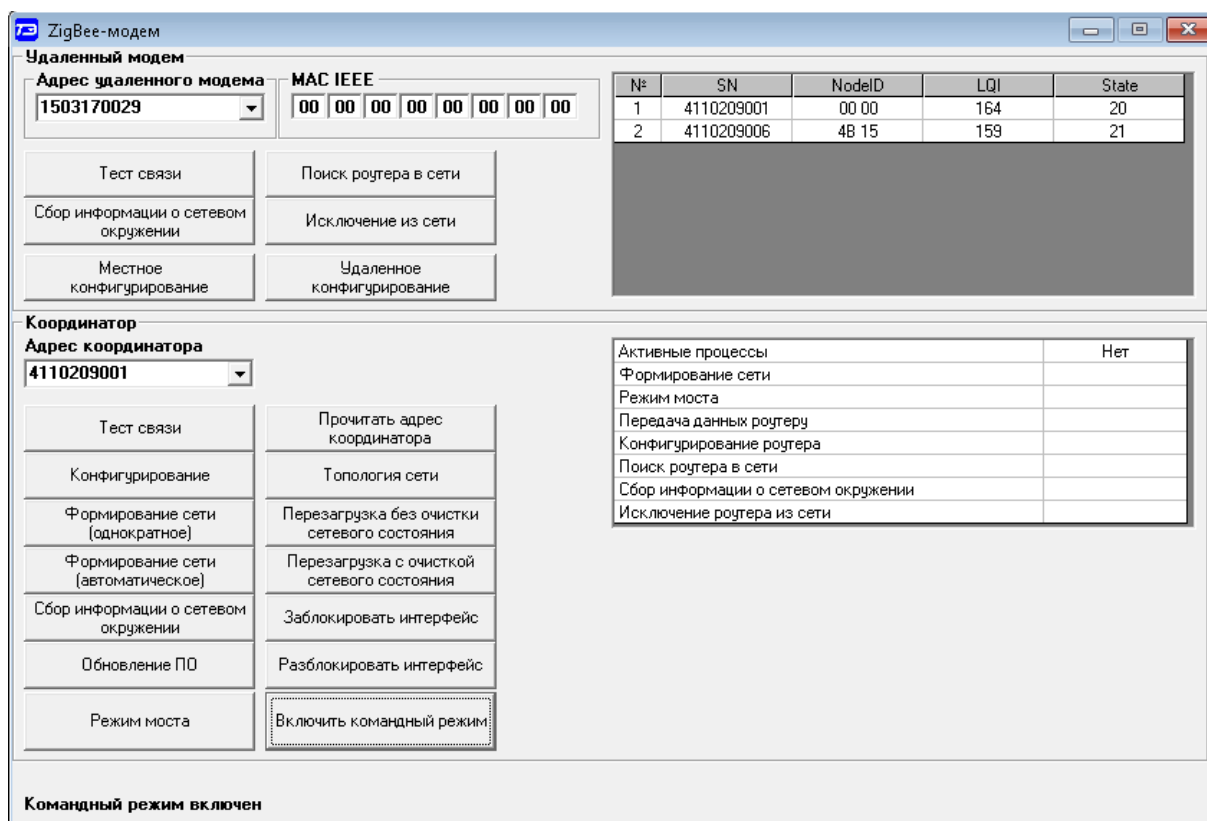

Рисунок 6 – Форма «ZigBee-модем»
- вызвать форму «ZigBee-модем» из меню «Параметры» (рисунок 6);
3.2.3.4 Включить режим автоматического формирования радиосети нажатием кнопки «Формирование сети (автоматическое)» на поле формы «ZigBee-модем» в группе элементов «Координатор» (рисунок 6).